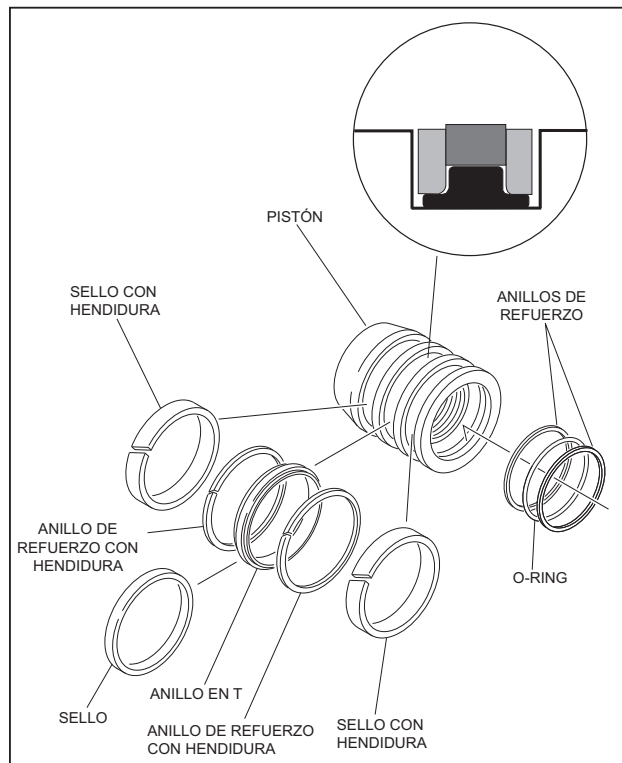

Figura 5-18. Instalación del kit de sellos para pistones
NOTA: Los anillos de refuerzo para el sello continuo tienen un radio en uno de sus lados. Este lado se orienta hacia el sello continuo. (Vea el detalle en Figura 5-18.). Las hendiduras de los sellos y los anillos de refuerzo se utilizan para alinearlos entre sí.
16. Coloque topes de guías y sellos nuevos en las ranuras de diámetro externo correspondientes del pistón del cilindro. (Vea Figura 5-18., Instalación del kit de sellos para pistones)